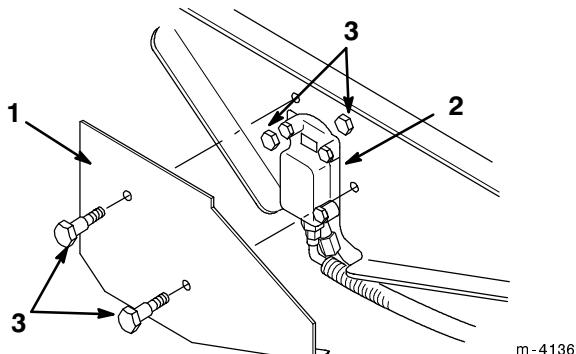

Abbildung 20
1. Die beiden Schrauben entfernen, mit denen die seitliche Schutzplatte befestigt ist, und die Platte abnehmen (Abb. 20).
2. Die beiden Schrauben entfernen, mit denen das Hydraulikmotorgehäuse befestigt ist (Abb. 20)